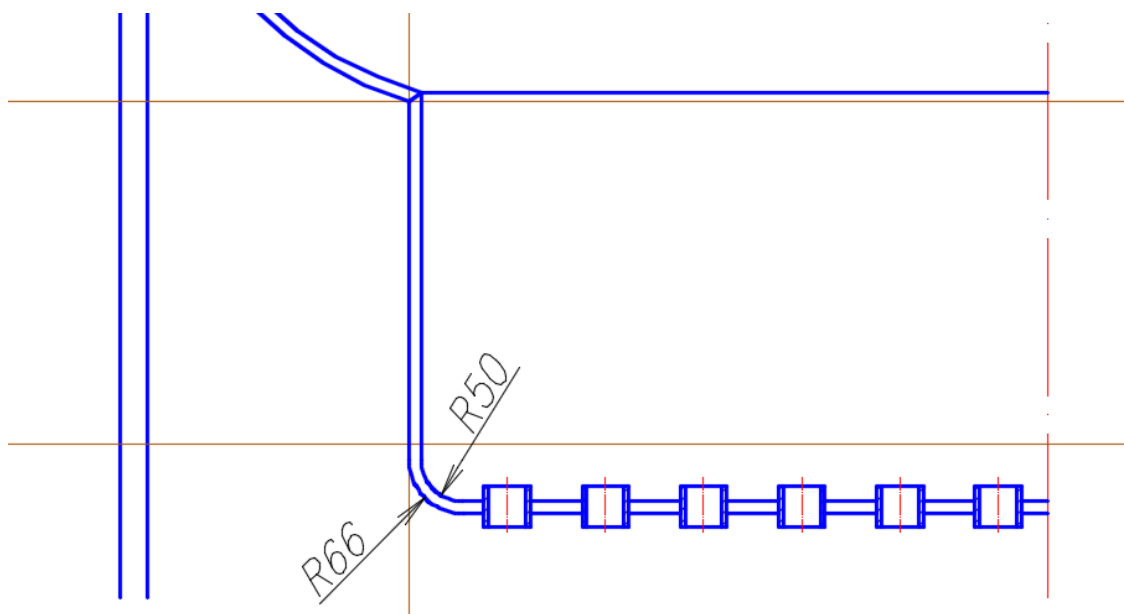

Рис. 103. Сопряжение дна оросителя
5.8. С помощью команды **Сопряжение** выполнить сопряжения заданных радиусов (см. рис. 103).